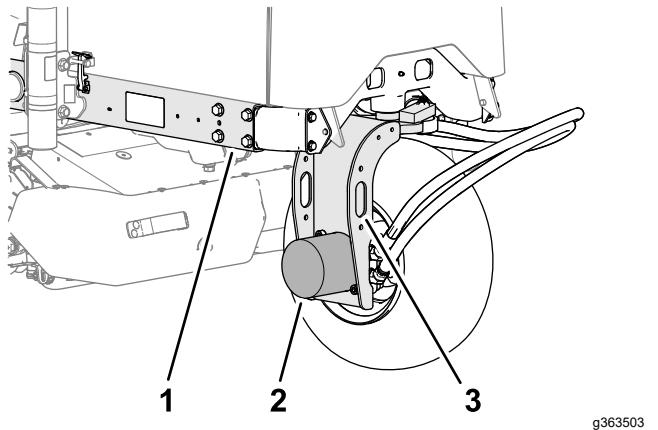

Figura 55
2. Fije la grúa al punto de amarre de la horquilla de la rueda trasera (Figura 55).